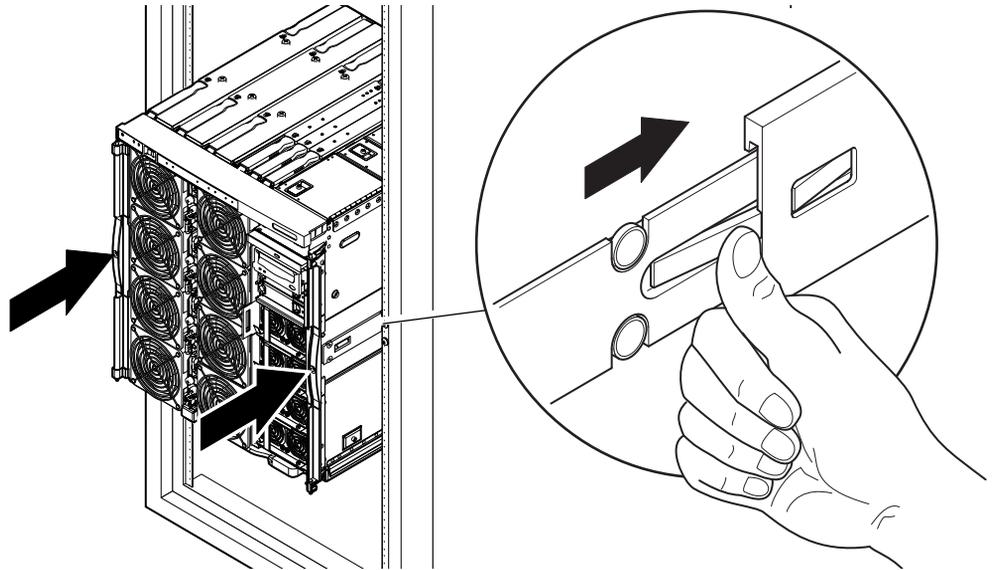

ABBILDUNG 1-13 Schieben des Systems in den Systemschrank
10. Drücken Sie auf jeder Seite auf den grünen Schienen-Freigaberiegel, und schieben Sie das System in den Schrank (ABBILDUNG 1-13).